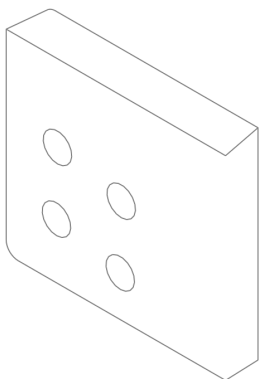

图 2-46 打开素材模型
(1) 单击常用工具栏中的【打开】按钮，打开一幅素材模型，如图 2-46 所示。